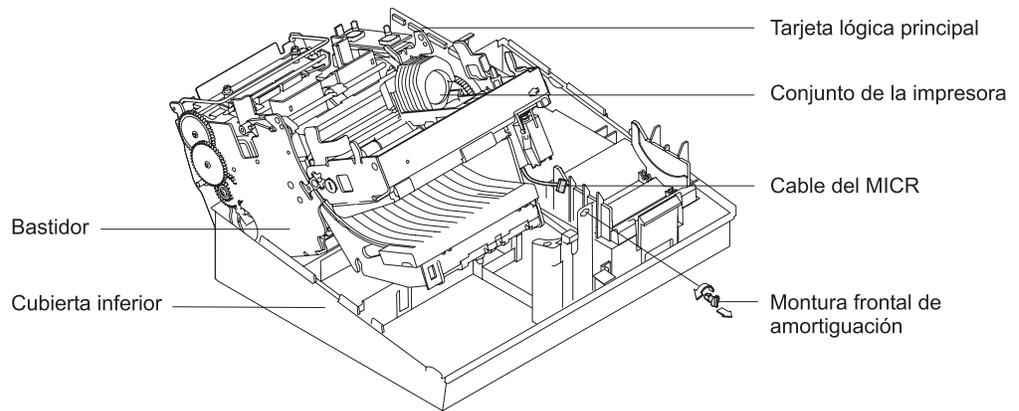
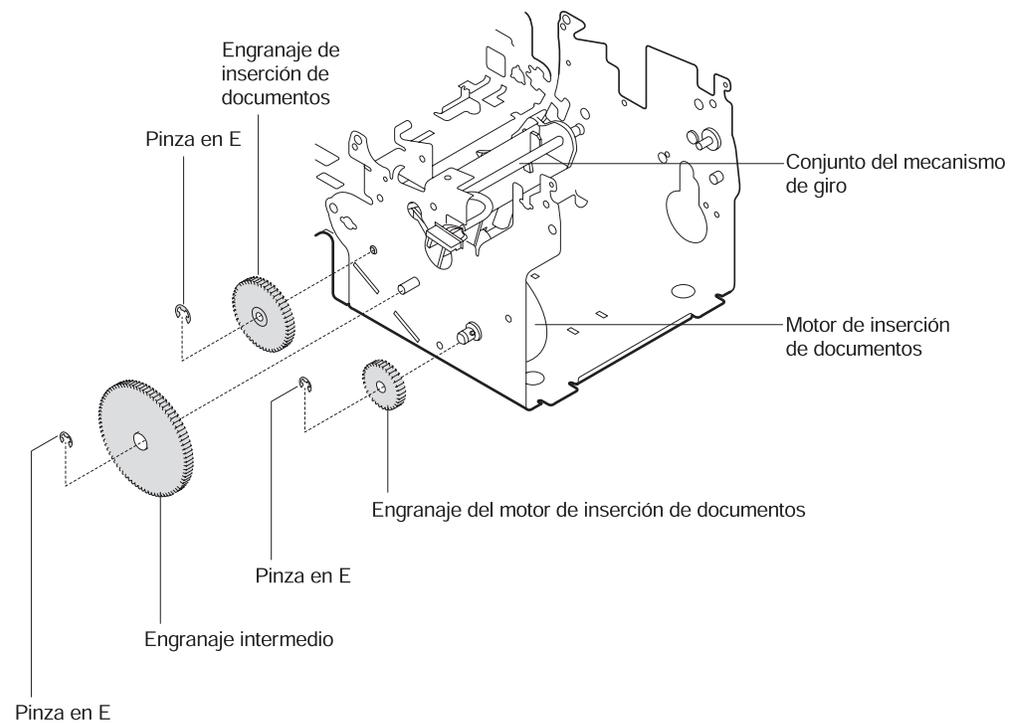

Figura 4-28. Extracción de la montura frontal de amortiguación y desconexión del cable del MICR
Figura 4-29. Extracción de los engranajes
5. Gire la montura frontal de amortiguación hasta la posición horizontal y tire de ella para extraerla. Consulte la Figura 4-28 en la página 4-38.
8. Extraiga el conjunto del sensor de inserción de documentos. Vaya al apartado "Extracción y sustitución del conjunto del sensor de inserción de documentos (ID) (modelos con ID)" en la página 4-24.
12. Extraiga el **engranaje de inserción de documentos**. Consulte la Figura 4-29 en la página 4-38.